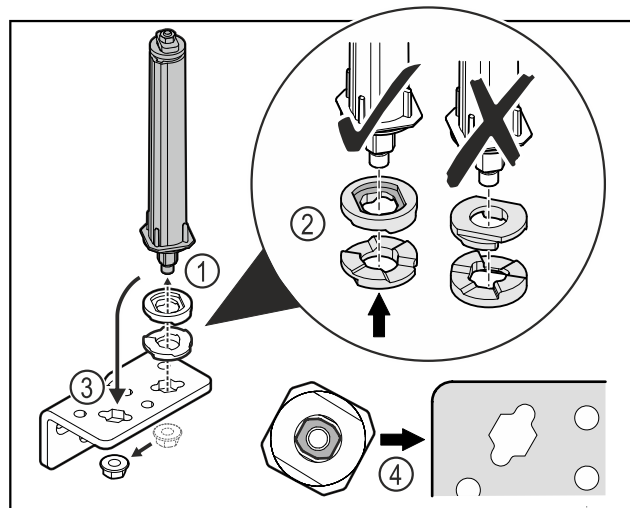

Fig. 30
- ▶ Oldja ki az anyát, és távolítsa el az ajtózáro rendszert Fig. 30 (1).
- ▶ Ügyeljen a magasságállító alátétek helyes beigazítására Fig. 30 (2).
- ▶ Helyezze át az ajtózáro rendszert a zsanéridombban, és rögzítse az anyával Fig. 30 (3).
- ▶ Behelyezéskor ügyeljen az ajtózáro rendszer helyes beigazítására Fig. 30 (4).